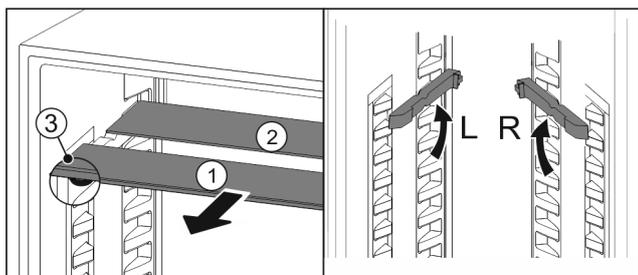

Fig. 121
- ▶ Izvucite Fig. 121 (1) staklene ploče jednu po jednu prema naprijed.
- ▷ Staklena ploča Fig. 121 (1) s ukrasnom letvicom nalazi se sprijeda.
- ▷ Zaustavljači Fig. 121 (3) su usmjereni prema dolje.